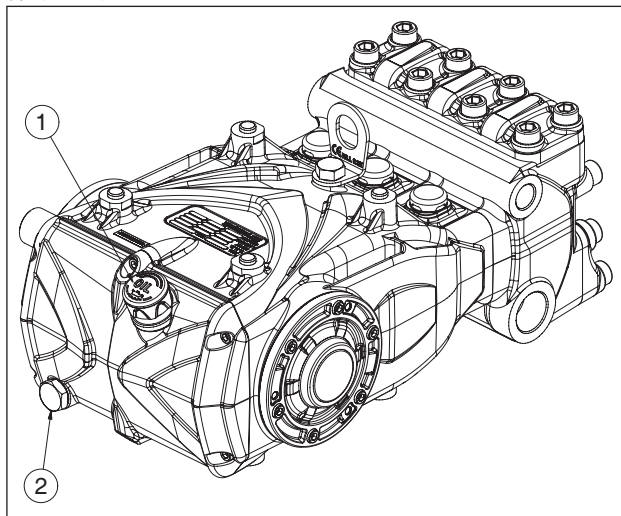

图 1
排油时必须拆除：油位尺（部件号 ①），接着拆除塞子（部件号②，图 1）。